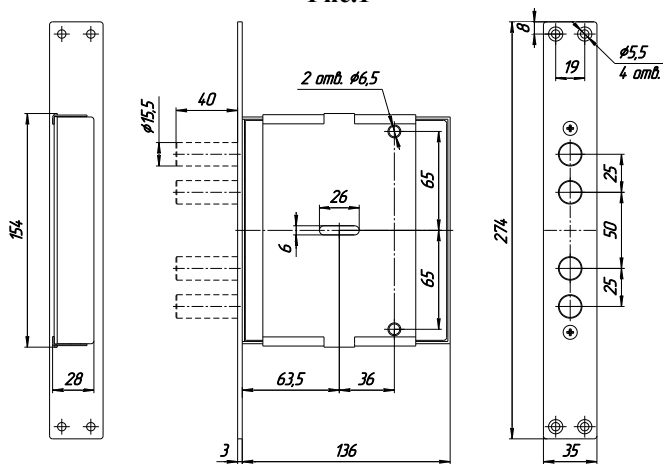

Рис.2
5.2. Произвести разметку и выполнить на полотне двери гнездо для корпуса замка, отверстие для ключа, а в дверной коробке – отверстия для пальцев засова (см. рис.2).